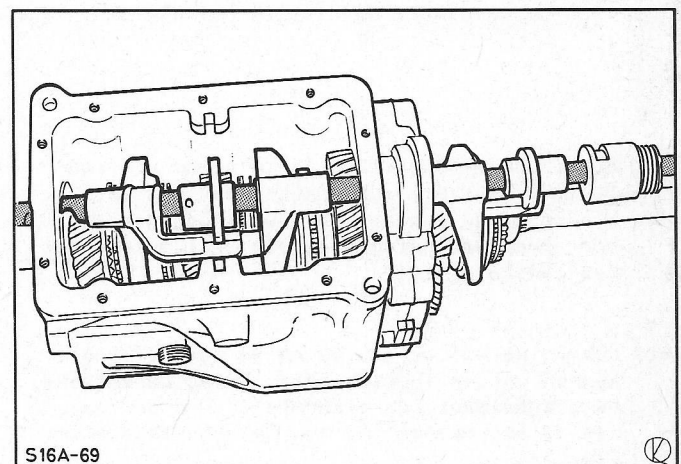

Fig. 32 Schakelvorkassen en schakelvorken aanbrengen.
54. Borg de schakelvinger en de schakelvorkas met een borgstift, fig. 32.